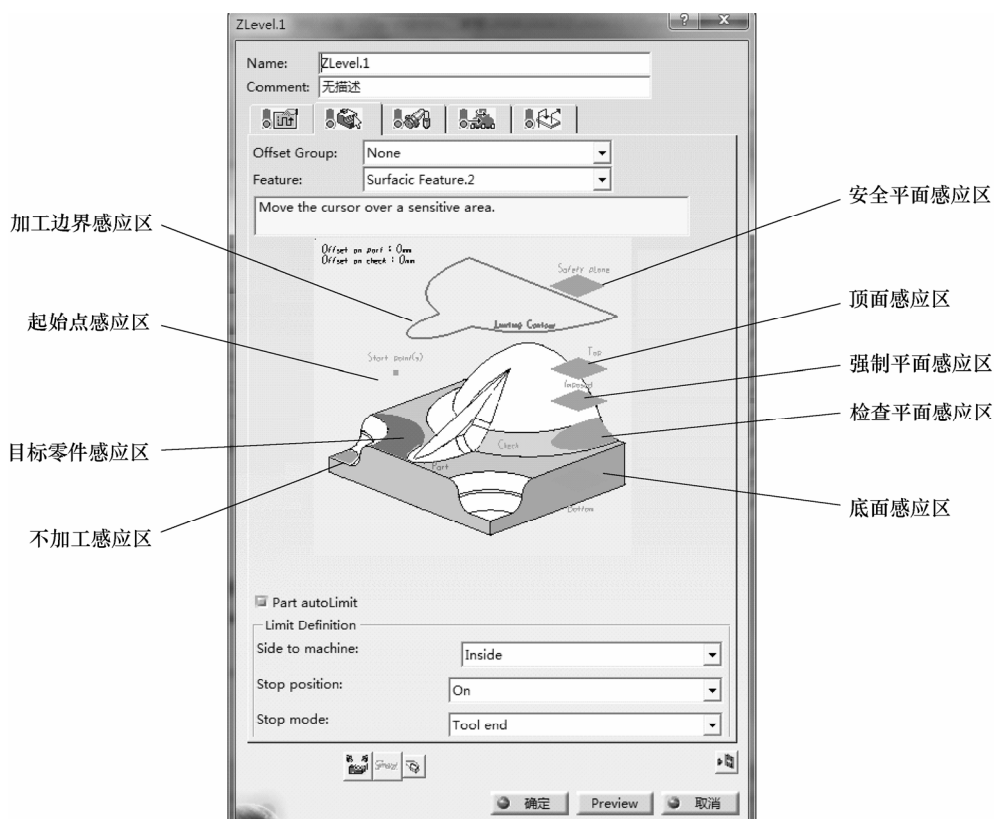

图 2-92 几何参数选项卡 (4)
单击 “ZLevel.x” 对话框中的 ，切换到几何参数选项卡 (4)，如图 2-92 所示。